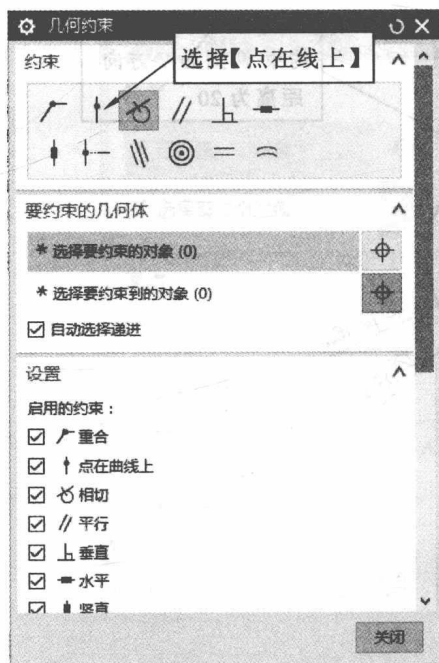
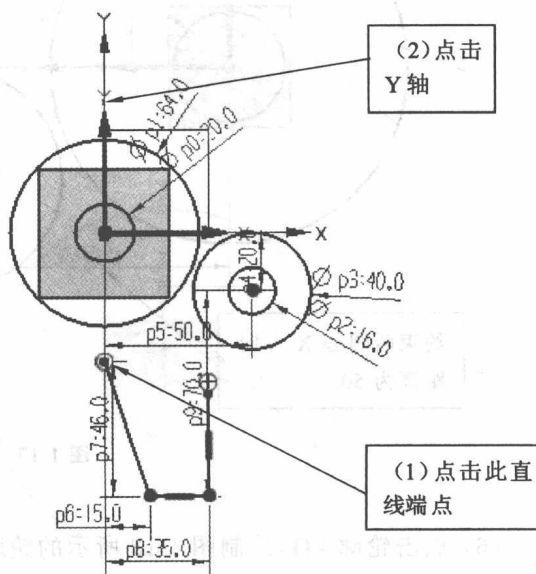

图 1-20 选择【点在线上】
图 1-21 约束端点在 Y 轴上
(8) 点击几何约束 , 如图 1-20 所示。点击【点在线上】, 点击直线端点, 点击 Y 轴, 约束端点在 Y 轴上, 如图 1-21 所示。